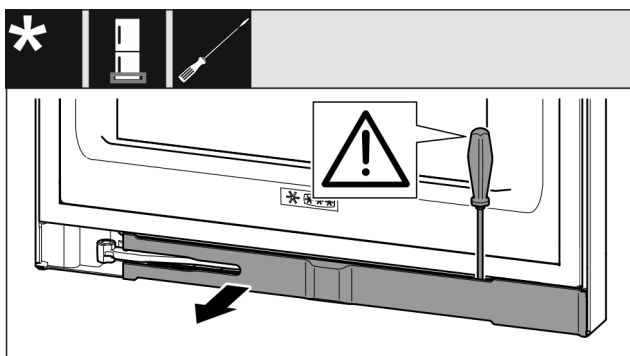

Fig. 13
- ▶ Przy pomocy śrubokręta wyczepić zaślepkę i odchylić w bok Fig. 13 ()